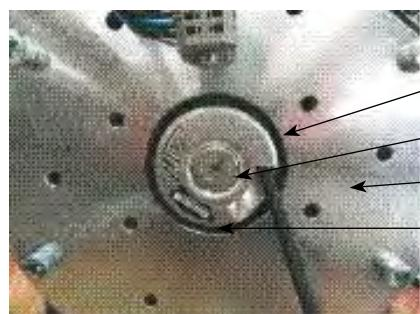
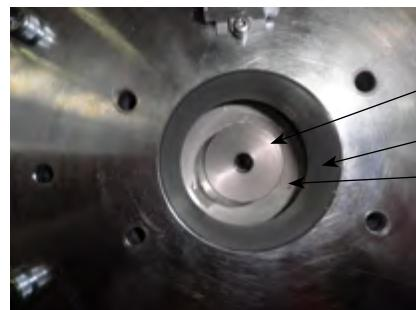

Fig. 7 :
Fig. 9 :
- Identificare l'encoder per mezzo del riferimento sull'etichetta (fig. 7).
- Verificare che il nuovo encoder sia identico a quello del motore (Ref. 4 fig. 7).
IMPORTANTE: non smontare il freno (rif. 3 fig. 7) perché centrato nella pianta della fabbrica di un decimo di grado rispetto al rotore usando strumenti speciali. Alloggiamento encoder, foro Ø65 freno (rif. 6 fig. 9) rispetto al motore (rif. 7 fig. 9).
- Svitare (2 giri di chiave SW2) la vite di fissaggio della scatola dell'encoder (riferimento 1 fig. 7) nel alloggiamento del freno.
- Svitare la vite centrale CHC M5 (chiave SW4) di fissaggio dell'encoder (riferimento 3 fig. 7) sull'albero motore.
- Introdurre la rondella di trazione dell'encoder (rif. 5 fig. 9) sull'estremità dell'albero motore (rif. 7 fig. 9). Assicurarsi che sia posizionata correttamente picchiando leggermente con una chiave e un martello.
- Introdurre l'encoder nel alloggiamento del freno (rif. 6 fig. 9), poi serrare la vite centrale CHC M5x50 (chiave dinamometrica SW4) a un valore di coppia di 5 Nm 0/+0,5 Nm. La vite con bloccafiletto può essere utilizzata al massimo 3 volte.
- Serrare la vite piccola CHC M2.5 (rif. 1 fig. 7) (chiave cacciavite dinamometrico SW2) della scatola dell'encoder a un valore di coppia di 1,25 Nm 0/-0,2 Nm.